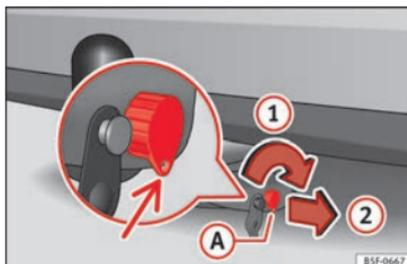
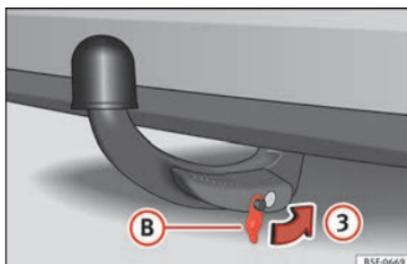

Fig. 230 Bloccare la serratura
Fig. 231 Collocare il coperchio sulla serratura
- Girare la chiave A nel senso della freccia ① finché la parte bucata della chiave non raggiunge la sua posizione inferiore » » fig. 230.
- Estrarre la chiave nel senso della freccia ②.
- Collocare il coperchio B nella serratura nel senso della freccia ③ » » fig. 231 » » ⚠.